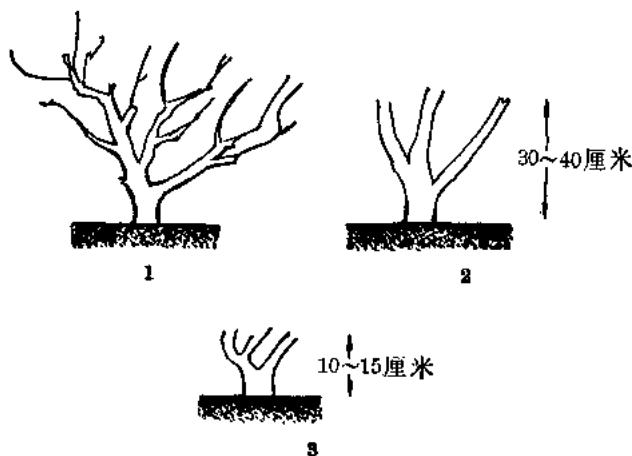

图 9
⑩ 葡萄成年树改接换种一般分两次剪裁(图9)：第一次剪裁时先将几个主蔓在冬季修剪时离地面30~40厘米处剪裁，这次留得长些